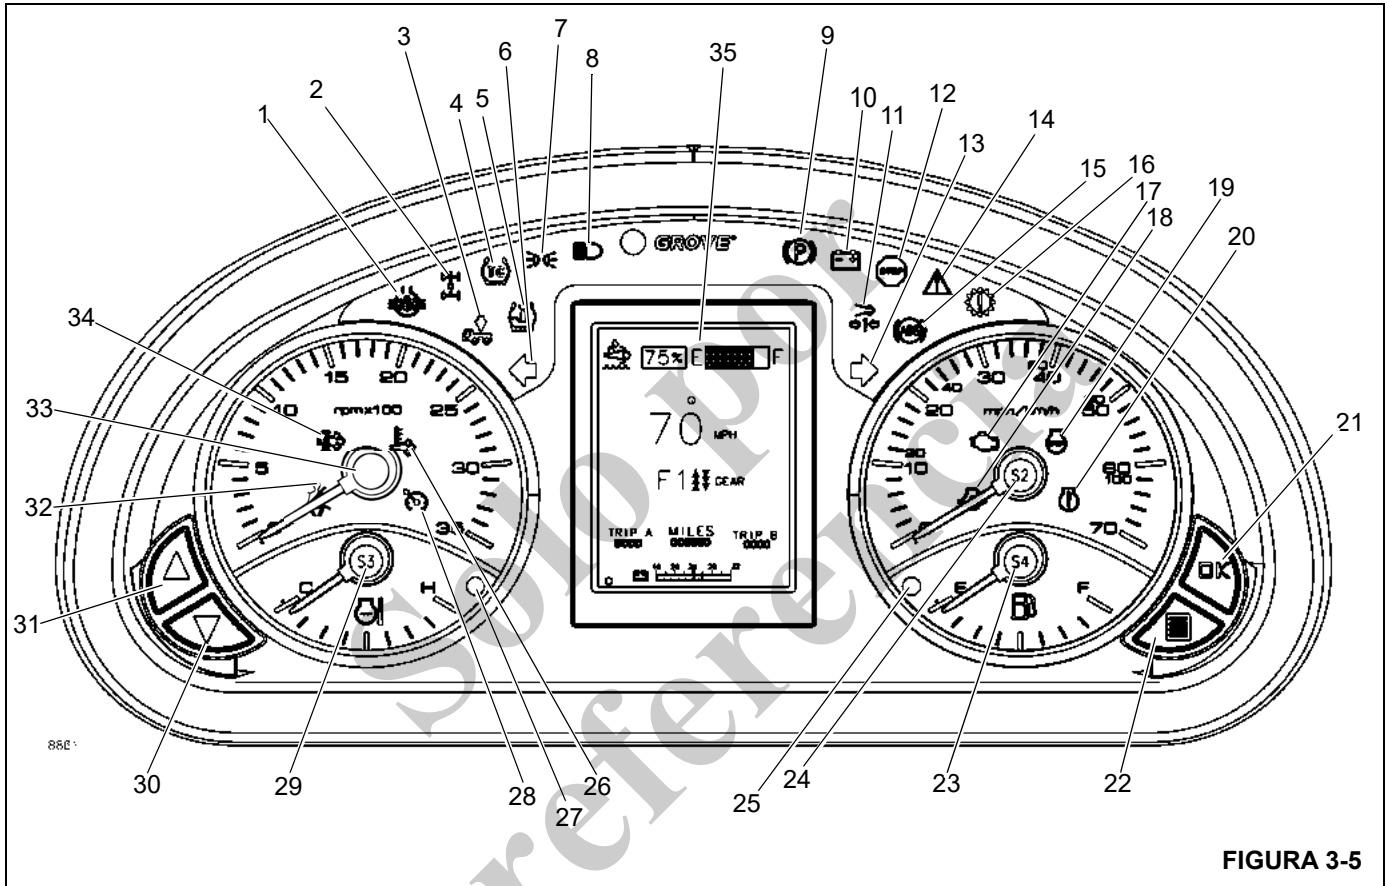

FIGURA 3-5
iluminación trasera de la palanca de cambios automatizada. El brillo de la retroiluminación del indicador del tablero de control y la pantalla del manómetro (24), (Figura 3-4), no se controla con este interruptor. Se puede acceder a los controles de la retroiluminación seleccionando el botón de menú en el tablero de control y en la pantalla del manómetro. Consulte el artículo (22), Figura 3-5, para ver la ubicación del botón de menú.
La pantalla de indicadores y medidores (24), (Figura 3-4) y mostradas en detalle en (Figura 3-5), está en el centro de la consola delantera. Incluye lámparas indicadoras y medidores que proporcionan información acerca del motor, la transmisión, los frenos y otros sistemas.
El indicador de eje transversal bloqueado (1), (Figura 3-5), es decir, el indicador de bloqueo del diferencial, se encuentra en el lado izquierdo del cuadro de medidores. El indicador se ilumina de color ámbar para indicar que el diferencial está bloqueado.
El indicador de diferencial interaxial bloqueado (2), (Figura 3-5), se encuentra en el lado izquierdo del cuadro de medidores. El indicador se ilumina de color ámbar para indicar que el diferencial interaxial está bloqueado.
El indicador de bolsas de aire de suspensión desinfladas (3), (Figura 3-5), se encuentra en el lado izquierdo del cuadro de medidores. El indicador ámbar se ilumina cuando el aire se elimina de las bolsas de aire de la suspensión.
La lámpara del indicador de control de tracción (4), (Figura 3-5), es el indicador principal del estado del control de tracción.
El indicador de inflado de los neumáticos activado (5), (Figura 3-5), está ubicado en el lado izquierdo del cuadro de medidores. El indicador se ilumina de color ámbar cuando se activa el interruptor de presión en el sistema de inflado de los neumáticos. Además de que el indicador se ilumina, un zumbador suena.
El indicador de señalizador de viraje a la izquierda (6), (Figura 3-5), se encuentra en el lado izquierdo del cuadro de medidores. Es un indicador verde que destella cuando la palanca de señalizadores de viraje o el interruptor de advertencia se activan.
El indicador de luces encendidas (7), (Figura 3-5), se encuentra en el lado izquierdo del cuadro de medidores. Se ilumina de color verde cuando las luces de los faros o de posición están activadas.
El indicador de luces altas (8), (Figura 3-5) se encuentra en la parte superior izquierda central del cuadro de medidores. El indicador se ilumina de color azul cuando los faros están en luz alta.
El indicador de freno de estacionamiento aplicado (9), (Figura 3-5), se encuentra en la parte superior del cuadro de medidores. El indicador se ilumina de color rojo cuando se conectan los frenos de estacionamiento de la grúa.
El indicador de carga de la batería (10), (Figura 3-5), se iluminará de color rojo cuando se cumpla alguna de las siguientes condiciones: el interruptor de encendido está en la posición apagada, pero los faros o los señalizadores de viraje se dejan encendidos; el interruptor de encendido se gira a la posición de encendido, el motor está funcionando y no hay señal de carga del alternador, o el voltaje de la batería del sistema o del ECM del motor cae por debajo de 18 V o aumenta por encima de 30 V. Si ambos interruptores de encendido del vehículo y de la superestructura están desconectados, esta luz no se ilumina.
El indicador de presión de aire baja (11), (Figura 3-5), se encuentra en el lado derecho del cuadro de medidores. Se ilumina de color rojo cuando la presión en la válvula de carga del acumulador doble desciende por debajo de los requisitos normales para el funcionamiento. También sonará un zumbador de advertencia.
El indicador de parada de emergencia (12), (Figura 3-5), se encuentra en el lado derecho del cuadro de medidores. Este se ilumina de color rojo al presionar el interruptor de parada de emergencia (consulte Interruptor de parada de emergencia, página 3-19) y se emite un zumbido de advertencia.
El indicador de señalizador de viraje a la derecha (13), (Figura 3-5), se encuentra en el lado derecho del cuadro de medidores. Es un indicador verde que destella cuando la palanca de señalizadores de viraje o el interruptor de advertencia se activan.
El indicador de falla del sistema (14), (Figura 3-5), se encuentra en el lado derecho del cuadro de medidores. Se ilumina de color ámbar cuando se activa alguna falla en el sistema de la grúa.
La lámpara del indicador del sistema antibloqueo de frenos (ABS) (15), (Figura 3-5), es el indicador principal del estado del ABS.
El indicador de revisar la transmisión (16), (Figura 3-5), se encuentra en el lado derecho del cuadro de medidores. Se ilumina de color rojo cuando recibe un comando de la TCU (unidad de control de la transmisión) a través de comunicaciones seriales SAE J1939. También sonará un zumbador de advertencia.
La lámpara indicadora de averías (MIL) (17), (Figura 3-5), se ilumina de color ámbar cuando hay un error del sistema relacionado con las emisiones. Cuando este indicador se ilumine, preste servicio a la grúa lo más pronto posible.
El indicador de presión de aceite baja (18), (Figura 3-5), se encuentra en el velocímetro. Se ilumina de color rojo cuando recibe un comando del ECM a través de comunicaciones seriales SAE J1939.
El indicador de apagar el motor (19), (Figura 3-5), se encuentra en el velocímetro. El indicador se ilumina de color rojo cuando lo activa una señal del ECM del motor que significa un problema grave del motor que requiere que el vehículo y el motor se detengan tan pronto como sea seguro y posible. Además, sonará un zumbador de advertencia.
El indicador de advertencia del motor (20), (Figura 3-5), se encuentra en el velocímetro. Enciende la luz ámbar cuando lo energiza una señal del ECM del motor que indica al operador que existe un problema en el motor que se debe corregir.
El botón de OK (21), (Figura 3-5), se usa para aceptar la vista actual en la pantalla LCD.
El botón de menú (22), (Figura 3-5), se usa para desplazarse por las vistas de la pantalla LCD.
El indicador de medidor de nivel de combustible (23), (Figura 3-5), se encuentra en el lado derecho del cuadro de medidores. El medidor indica la cantidad de combustible en el tanque y tiene una escala marcada desde E (vacío - 0 %) a F (lleno - 100 %). El medidor de combustible recibe una señal del ECM del motor a través de comunicaciones seriales SAE J1939.
El velocímetro (24), (Figura 3-5), se encuentra en el lado derecho del cuadro de medidores. El velocímetro indica la velocidad de transporte en km/h (kilómetros por hora) y millas/h (millas por hora).